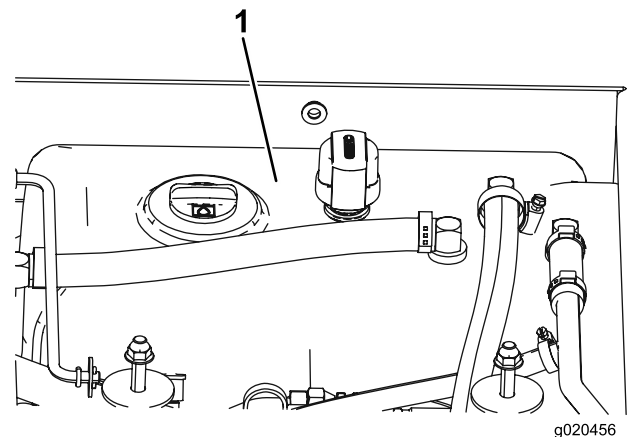

Bild 73
4. Füllen Sie den Hydraulikbehälter (Bild 73) mit Hydrauliköl, siehe Prüfen des Hydrauliköls \(Seite 55\).